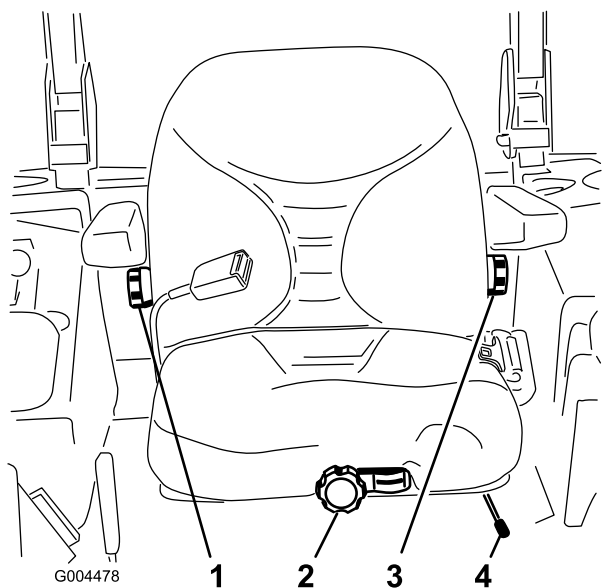

图20
1. 要调整座椅请侧向移动控制杆打开座椅的锁定图20。
要调整座椅可向任一方向旋动位于左侧扶手下方的旋钮以提供最佳的舒适性图20。
不要坐在座椅上将前方的旋钮向任一方向旋转以提供最佳的舒适性图20。
要调整座椅可向任一方向旋动位于右侧扶手下方的旋钮以提供最佳的舒适性图20。